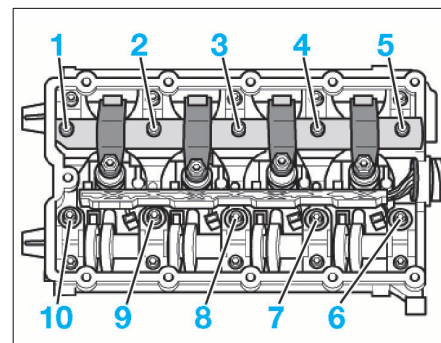

FIG. 65
- Déposer les vis (1), (3) et (5) (Fig.65).
- Desserrer progressivement et en plusieurs passes les vis (2) et (4) puis les déposer.
- Déposer les vis (6) à (10).
- Reposer la rampe de culbuteurs d'injecteur-pompe en procédant comme suit (Fig.65) :